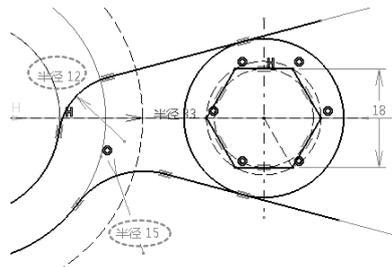

图 5-144
- 单击“圆角”按钮, 创建如图 5-144 所示半径分别为 12mm 和 15mm 的圆角。